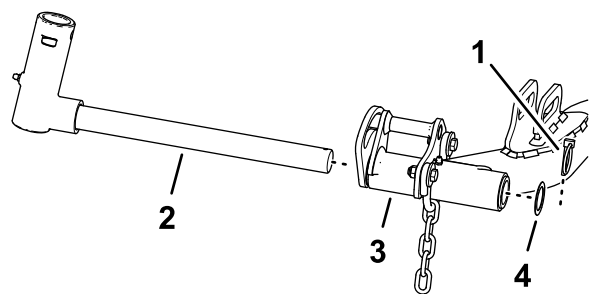

図 25
- ピボットヨークをリフトアームに固定している リンチピン と ワッシャ を取り外し、リフトアームからシャフトを外す (図 25)。